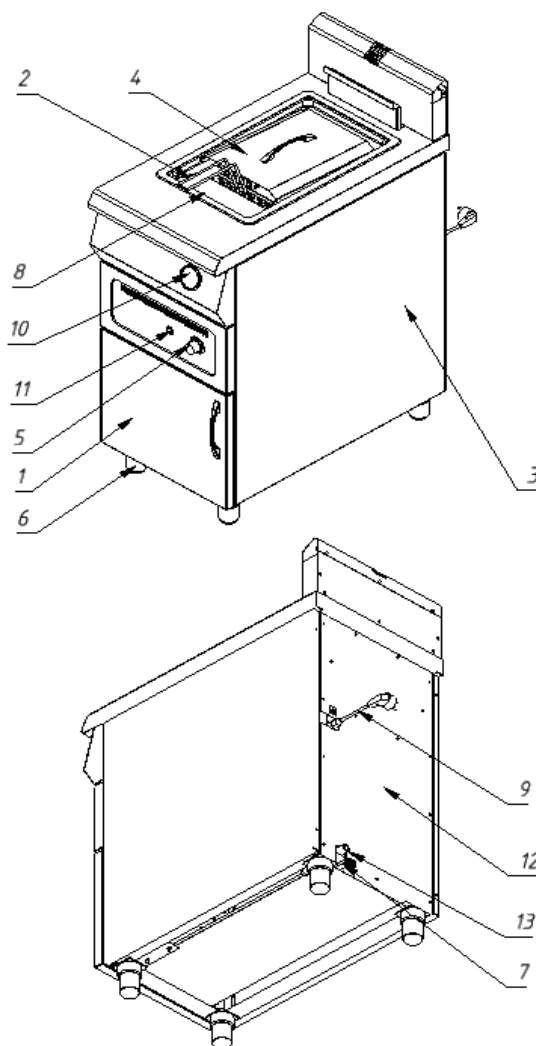

Рис.1 .
5.1 Фритюрницу следует установить с соблюдением ГОСТ 12.2.124-90 «Оборудование продовольственное. Общие требования безопасности» и «Правил безопасности в газовом хозяйстве» , но не менее 300мм от задней стенки установки до стены и между боковых стенок рядом стоящего оборудования в линии. Регулируемыми ножками поз.6 рис.1 выставить фритюрницу горизонтально.
5.3 Подсоединить заземление корпуса установки(7)рис.1 к заземляющему контуру помещения согласно ГОСТ 27570.0-87.
5.4 Подключить газ к штуцеру газопровода фритюрницы поз.13 рис.1 специалистами газовой службы гибкой подводкой газа.
5.5 Подключить эл. кабель с эл. вилкой поз.9 рис.1 в электросеть с напряжением 220В.
6.4.3 Нажать кнопку электророзжига поз.11 рис.1.Нажать рукоятку управления до упора и не отпуская зажечь пилотную горелку.
Основные части изделия указаны на рис.1 и перечислены в таблице.1.
7.2.1 Включить подачу электрического тока, подключив эл.вилку поз. (9)рис.1 в эл.сеть 220В.
7.3.1 Включить подачу электрического тока, подключив эл.вилку поз. (9)рис.1 в эл.сеть 220В.